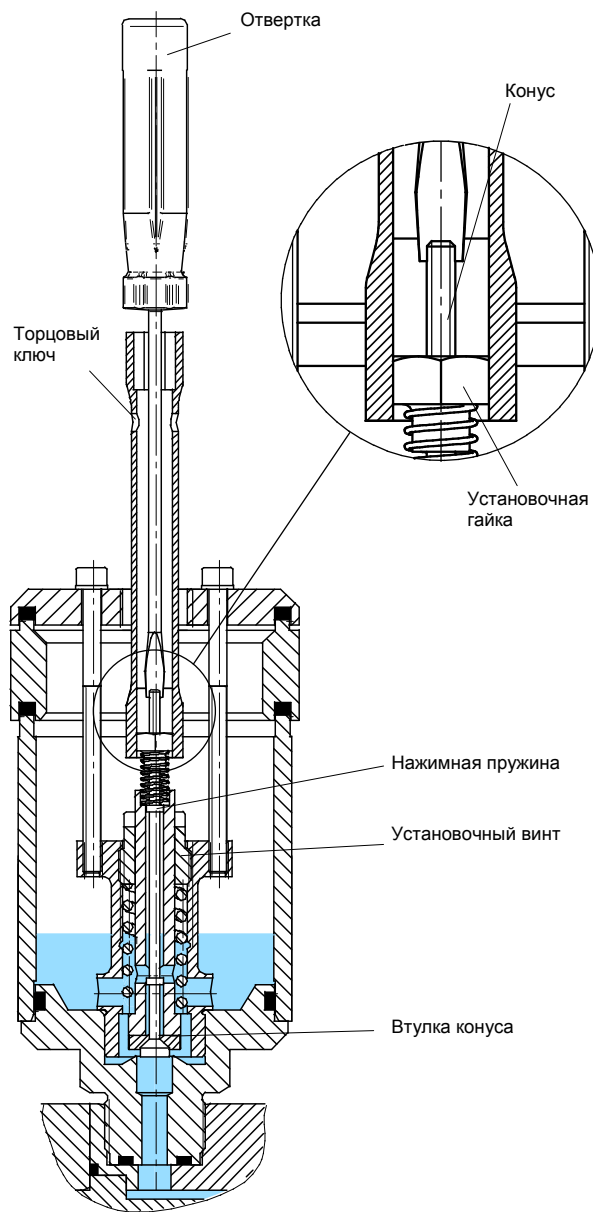

Рис. 45
- С помощью отвертки зафиксировать конус подпиточного клапана от перемещения и закрутить установочную гайку с помощью торцового ключа (см. рис. 45).